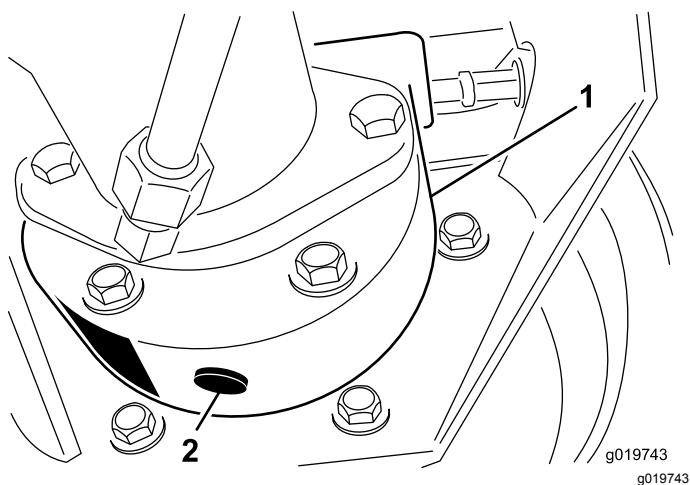

Figura 82
3. Coloque o recipiente de escoamento por baixo da estrutura do travão, retire o tampão e deixe o óleo escorrer para o recipiente (**Figura 82**).